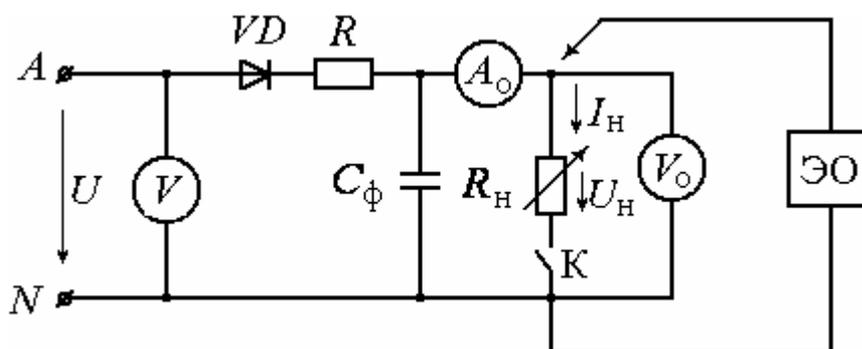
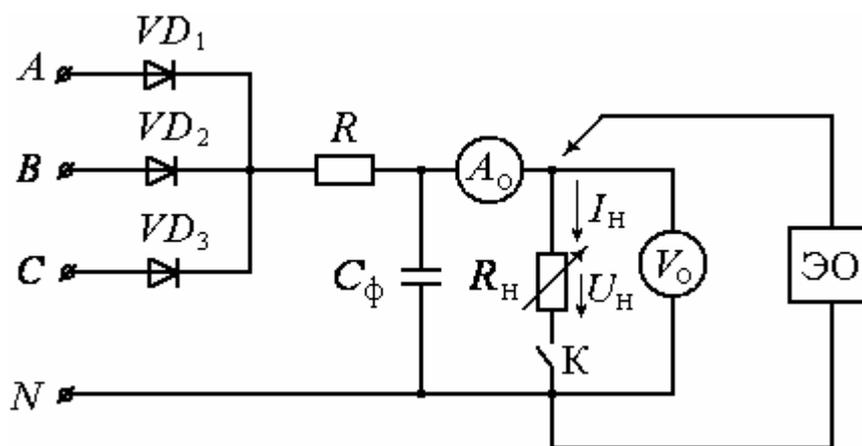

Рис. 7.9
Рис. 7.10
На рис. 7.9 и рис. 7.10 показаны схемы исследуемых однофазного и трёхфазного однополупериодных выпрямителей.
1. Собрать электрическую цепь по схеме, изображенной на рис. 7.9. Цепь подключается к трёхфазному источнику на фазное напряжение, сопротивление резистора $R = 47$ Ом, вольтметр V установить для измерения действующего значения переменного напряжения, вольтметр V_0 и амперметр A_0 установить для измерения постоянных напряжения и тока в нагрузке.
4. Исследовать работу однофазного выпрямителя (рис. 7.9) с емкостным сглаживающим фильтром: визуально проследить изменение осциллограмм напряжения $u_H(t)$ при нагрузке с $R_H = R_{\max}$ изменяя C_{ϕ} , для чего последовательно установить $C_{\phi} = 10; 100 \text{ мкФ}$, зарисовать осциллограмму напряжения $u_H(t)$ при $C_{\phi} = 100 \text{ мкФ}$. Изменяя сопротивление нагрузки от $R_H = \infty$ (ключ K – разомкнут) до $R_H = R_{\min}$ при замкнутом ключе K , и $C_{\phi} = 100 \text{ мкФ}$ снять 8 – 10 показаний приборов, результаты измерений записать в табл. 7.1.
5. Собрать электрическую цепь трехфазного выпрямителя по схеме, изображенной на рис. 7.10. . Цепь подключается к трёхфазному источнику с симметричной системой фазных и линейных напряжений, сопротивление резистора $R = 100 \text{ Ом}$, вольтметр V установить для измерения действующего значения переменного напряжения, вольтметр V_0 и амперметр A_0 установить для измерения постоянных напряжения и тока в нагрузке.
2. Рассчитать коэффициенты пульсаций исследуемых выпрямителей (рис. 7.9 и 7.10) без фильтра. При расчете воспользоваться математическими выражениями разложения в ряд Фурье выходного напряжения $u_{\text{н}}(t)$ по литературному источнику [1]:
– для схемы, изображенной на рис. 7.9
– для схемы, изображенной на рис. 7.10
7. Приведите выражения разложений в ряд Фурье пульсирующих напряжений на выходе выпрямителей, схемы которых представлены на рис. 7.9 и 7.10.